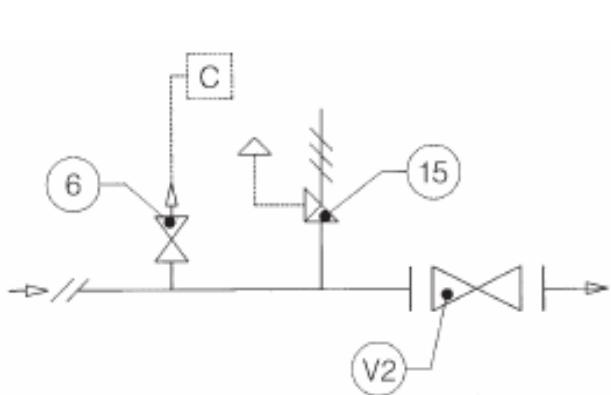

Рис. 8
3.1.1. НЕПОСРЕДСТВЕННАЯ УСТАНОВКА В ЛИНИЮ (См. Рис. 8)